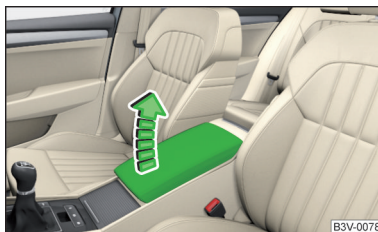

Fig. 75
► Ridicați cotiera în sensul săgeții într-una din cele șase poziții de fixare » fig. 75.